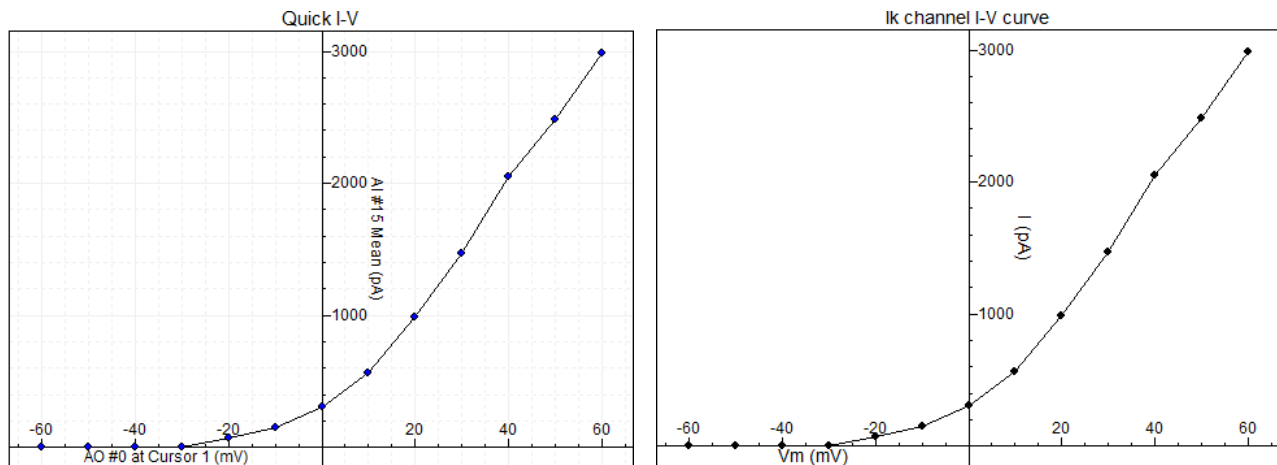

图16. I-V曲线（修改前后）
(4) 对I-V曲线进行修改。对图的坐标轴、背景以及标记说明做改动，获得满意的I-V曲线（图16），最后输出给其他软件或打印。
(1) Cursor 1、2的位置要放置准确，不要由于放置的误差导致出现错误。为了更好、更准确地放置Cursor，应该在采集时设计好Protocol。
(2) 可通过选择对话框中的Append，将两条I-V曲线作在一个图中。
(3) 可对I-V曲线进行与图16一样的修改。